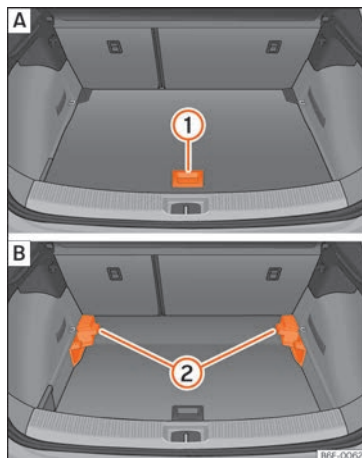

Fig. 145 Suelo variable del maletero: **A** posición alta; **B** posición baja.
- Para pasar de la posición baja a la alta, levante el piso por el asidero »» fig. 145 **1**, tire de él hacia atrás hasta que la parte delantera del piso rebase totalmente los soportes **2**.
- Para pasar de la posición alta a la baja, levante el piso por el asidero »» fig. 145 **1**, tire de él hacia atrás hasta que la parte delantera del piso rebase totalmente los soportes **2**.
- Deje caer la parte anterior contra el piso y empuje el piso hacia adelante hasta que haga tope en el respaldo de los asientos posteriores bajando al mismo tiempo el piso con el asidero ①.
- Con el suelo variable en posición alta, levántelo por el asidero »» fig. 145 ①, tire de él y empuje hacia el respaldo de los asientos posteriores hasta que se doble por la línea de bisagra y la parte móvil del piso repose sobre el mismo.